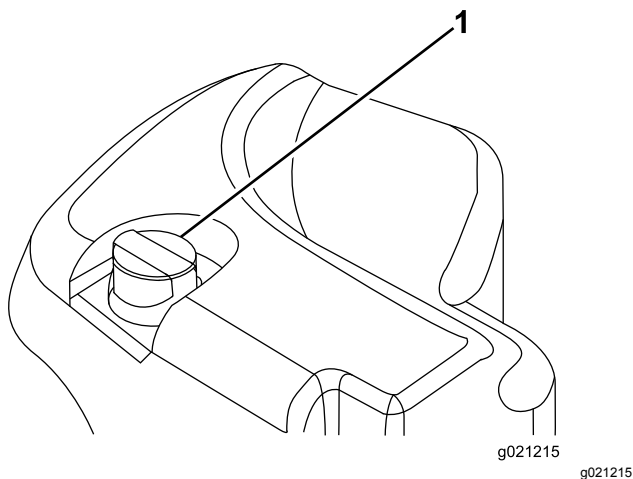

Figura 98
2. Limpie la zona alrededor del cuello de llenado y el tapón del depósito hidráulico (Figura 98). Retire el tapón del cuello de llenado.